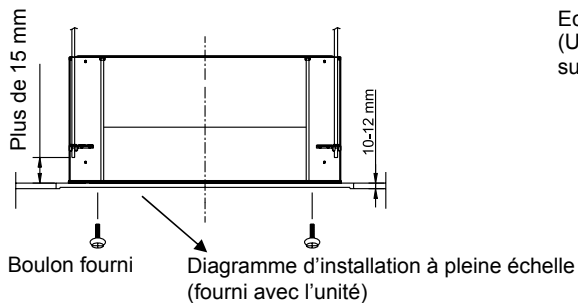

Fig 6
3. La longueur des boulons de suspension doit être appropriée pour une distance entre le bas du boulon et le bas de l'unité de plus de 15mm comme sur la Fig 6.